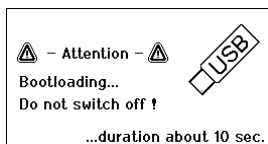

Fig. 36
La station de soudage WX 2 détecte automatiquement l'appareil auxiliaire raccordé. La station de soudage WX 2 affiche à gauche (interface avant (11), voir fig. 36) ou à droite (interface arrière) le symbole ou le nom de l'appareil auxiliaire raccordé (31/25).